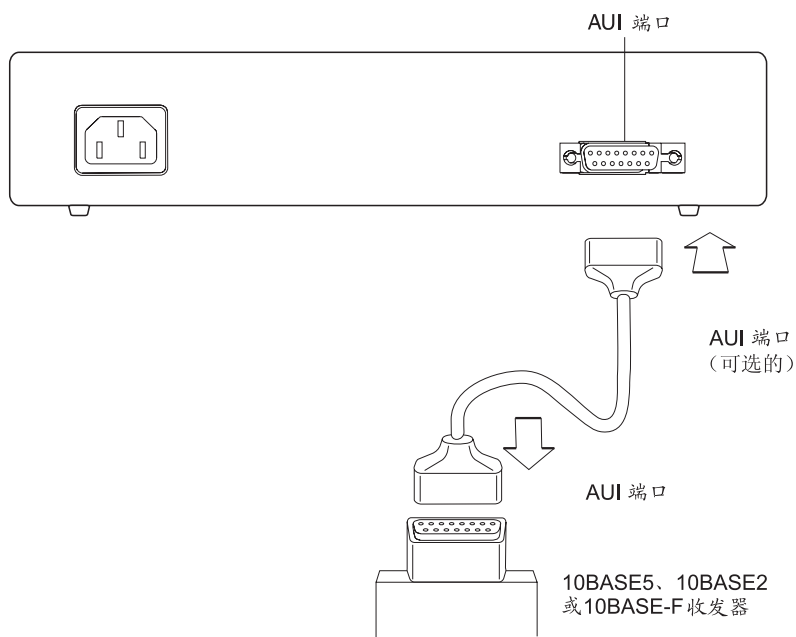

图 2-5. 连接 AUI 电缆(型号 016)
- 1 将AUI 电缆的一端连接到以太网台式集线器 AUI 端口，而另一端连接到10BASE5、10BASE2 或 10BASE-F 收发器。有关此连接的说明，可查阅 第2-10页的图2-5。